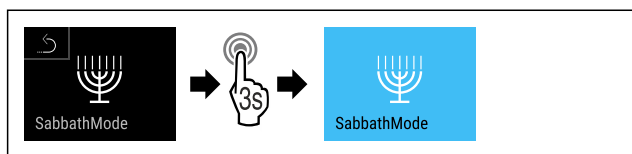

Fig. 14
- ▶ Proved'te kroky postupu (viz Fig. 14) .